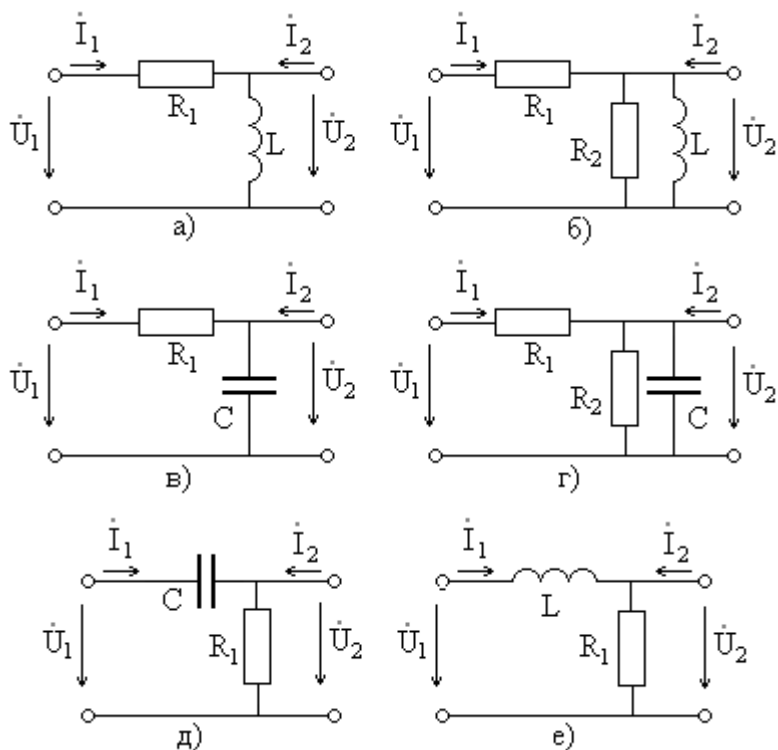

Рис. 3
1. Рассчитайте комплексный коэффициент передачи, АЧХ и ФЧХ четырехполюсников, схемы которых показаны на рис. 3, постройте их графики.